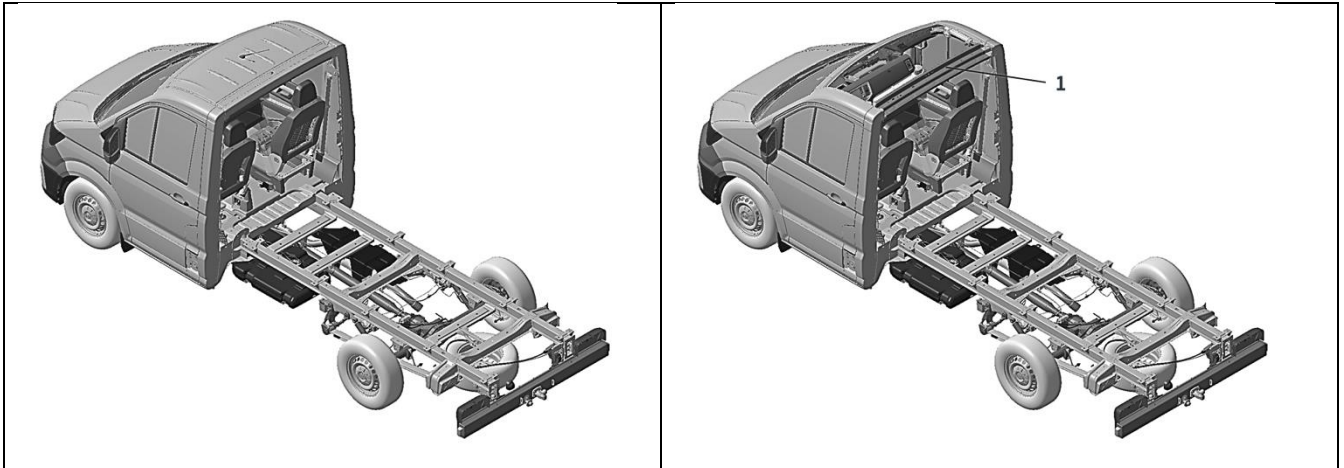

Abb.1: Windlauf (Variante mit und ohne Fahrerhausdach)
Beim Windlauf (PR-Nr. K4N) auf Basis des Fahrgestells mit Einzelkabine entfallen ab Werk die Fahrerhausrückwand oder Rückwand und das Fahrerhausdach. Zur Aussteifung des Fahrerhauses zum Transport ist bei der Variante ohne Dach über den B-Säulen ein Hilfs-Dachspriegel (1) eingesetzt. (siehe Abb.1 Windlauf)